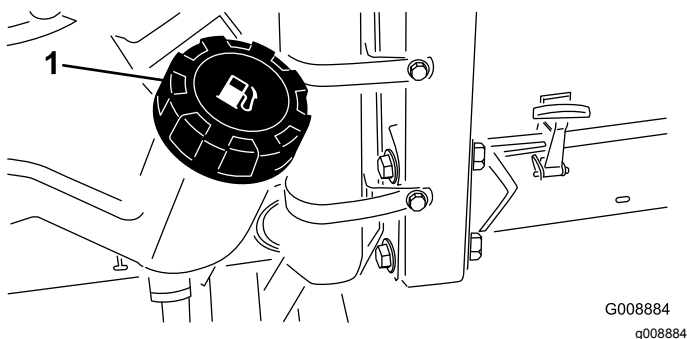

Figura 28
1. Limpe a zona em torno da tampa do depósito de combustível (Figura 28).